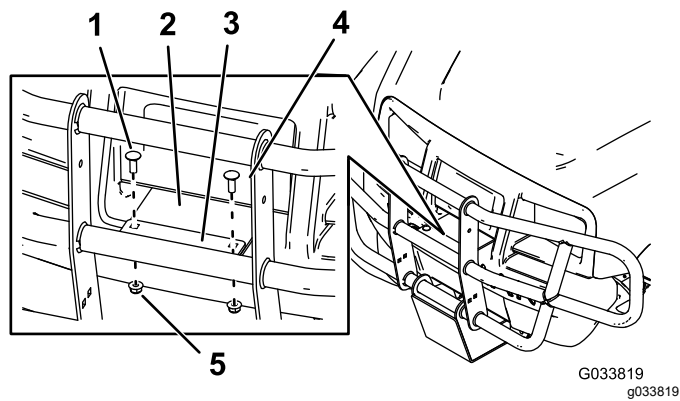

図 10
7. 図 10に示すように、キャリッジボルト2本とナット(5/16")2個を使って、ブラシガードを短い上部ブラシガードブラケットに取り付ける